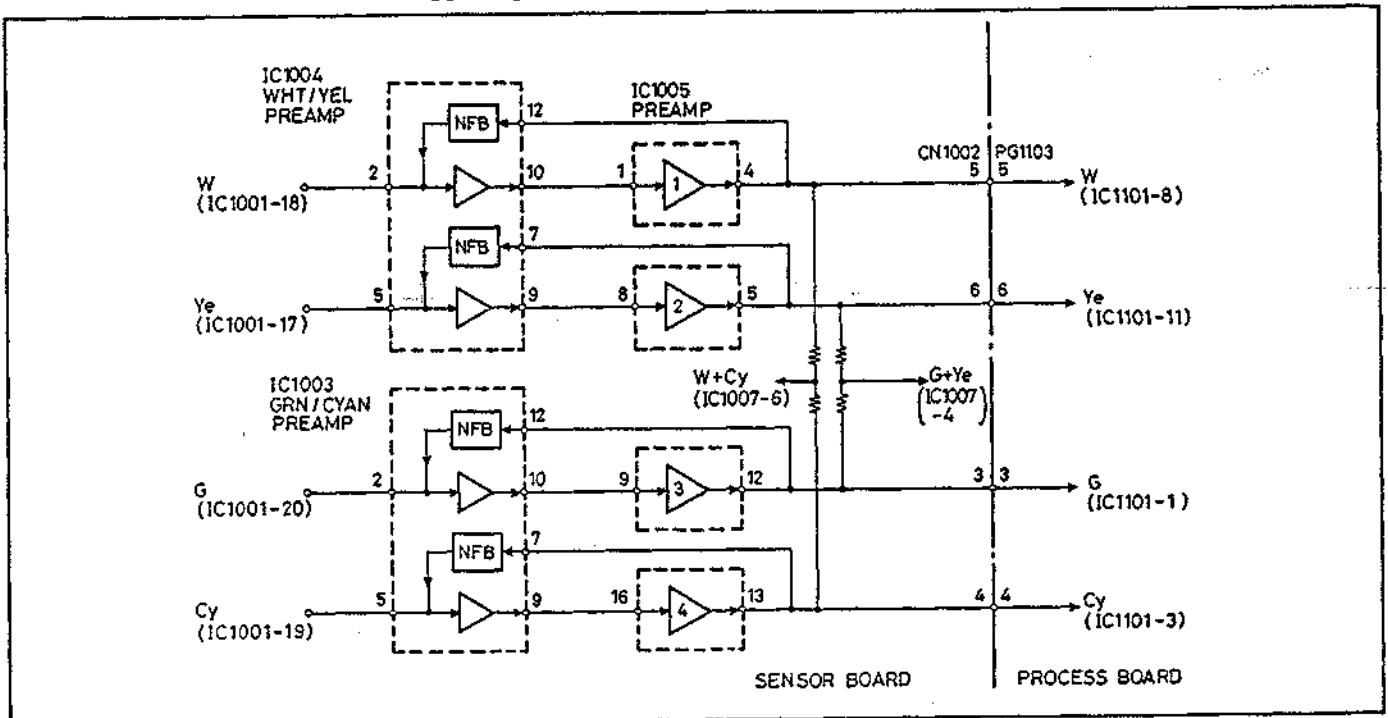

Fig. 2-7 Preamplifiers
2. Signalverarbeitungs-Schaltkreis (Abb. 2-7 bis 2-19)
2-1 Vorverstärker (Abb. 2-7)